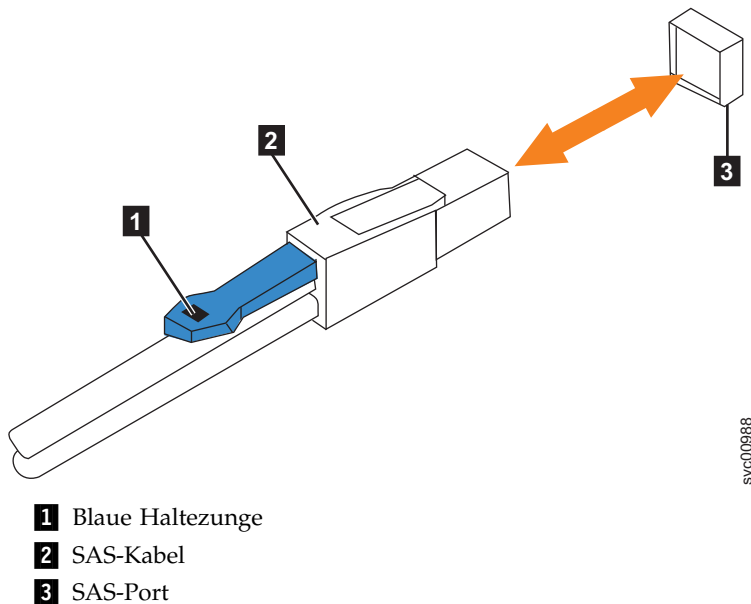

Abbildung 98. Korrekte Ausrichtung für SAS-Kabelstecker
5. Stellen Sie sicher, dass der SAS-Stecker ordnungsgemäß ausgerichtet ist (siehe Abb. 98). Die blaue Zunge muss zur Oberseite des Gehäuseeinschubs zeigen.